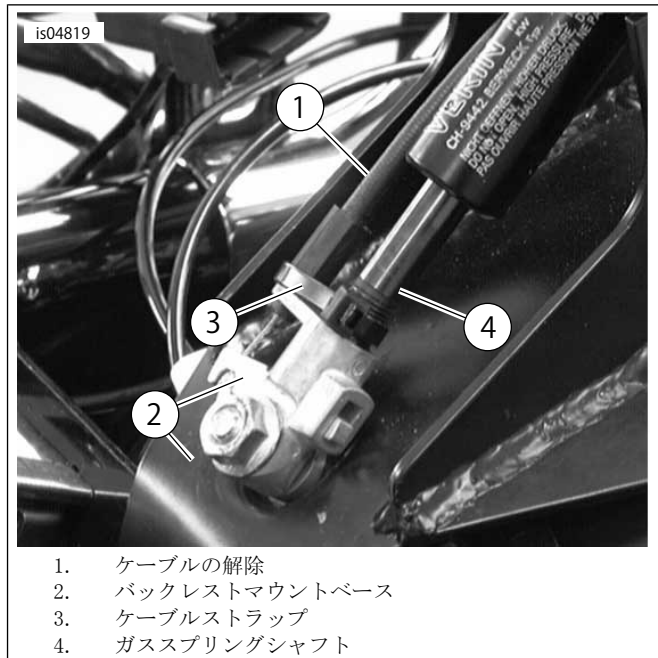

図6。バックレストマウントブラケットにケーブルを接続
12. 図6図のように、リリースケーブル(1)をバックレストマウントベース(2)に取り付けます。付属のケーブルストラップ(3)でガススプリング(4)のシャフトにケーブルを慎重に固定します。ケーブルストラップを締め過ぎないようにしてください。